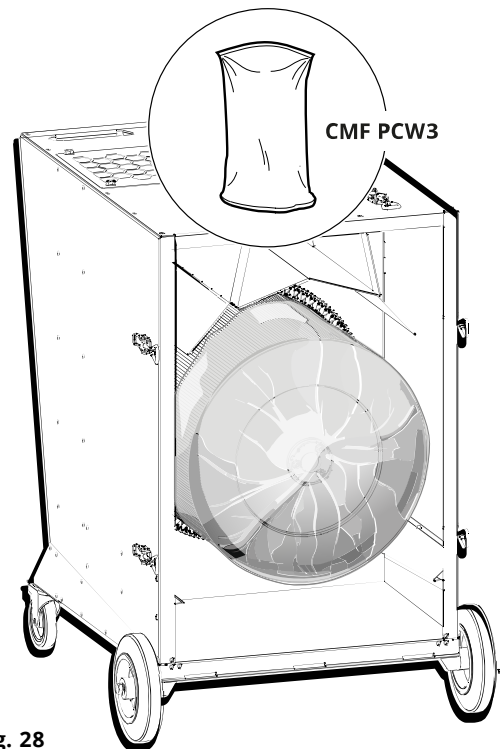

Fig. 28
6. Den Filterbeutel CMF PCW3 über die Filterpatrone ziehen (**Fig. 28**).